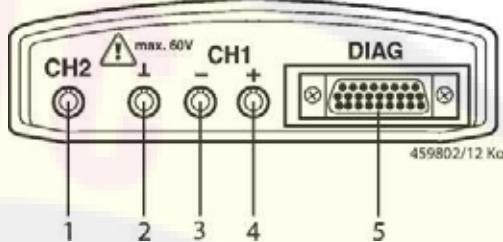

Рис. 1. Диагностическая панель / измерительная панель:
- Если диагностический провод не присоединен, перед измерениями напряжения ( $U$ ), сопротивления ( $R$ ) или тока ( $I$ ) необходимо помочь прилагаемой кабеля заземления произвести соединение «массы» 2 модуля KTS (рис. 1) с «массой» транспортного средства!